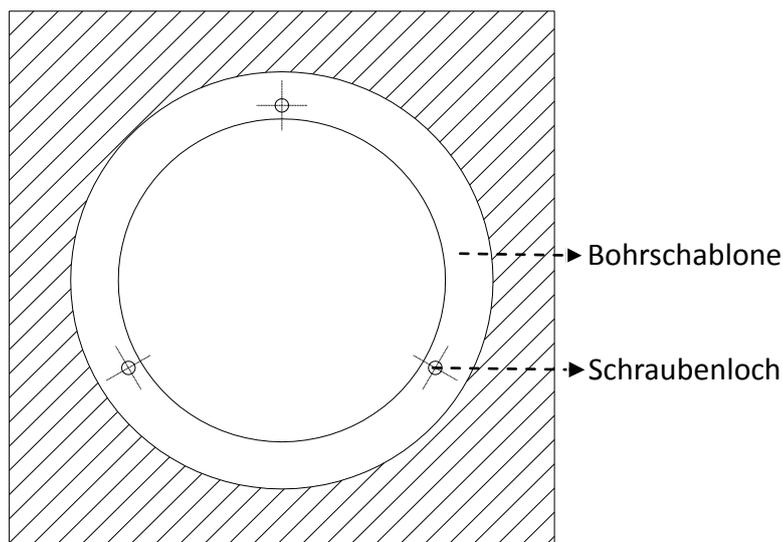

Abbildung 1-4 Bohrschablone
- 2) Bohren Sie mit Hilfe der Schablone drei Löcher entsprechender Größe (siehe Abbildung 1-4).